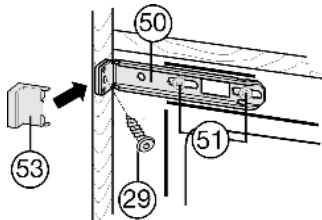

Fig. 19
- ▶ Schroeven *Fig. 19 (51)* iets losdraaien.
- ▶ Bovenste bevestigingshoek *Fig. 19 (50)* met spaanderplaatschroef *Fig. 19 (29)* $\varnothing 4 \times 19$ aan de meubelwand vastdraaien.
- ▶ Het uitstekende uiteinde van de afdekking *Fig. 19 (53)* afbreken.
- ▶ Schroeven *Fig. 19 (51)* aandraaien.
- ▶ Afdekking *Fig. 19 (53)* plaatsen.